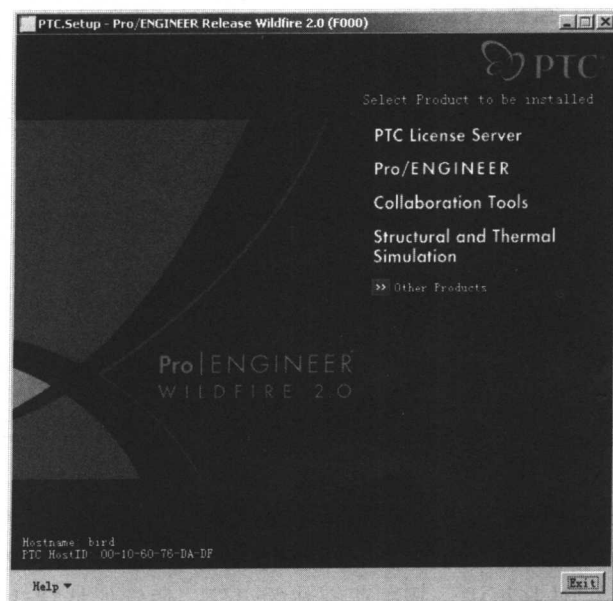
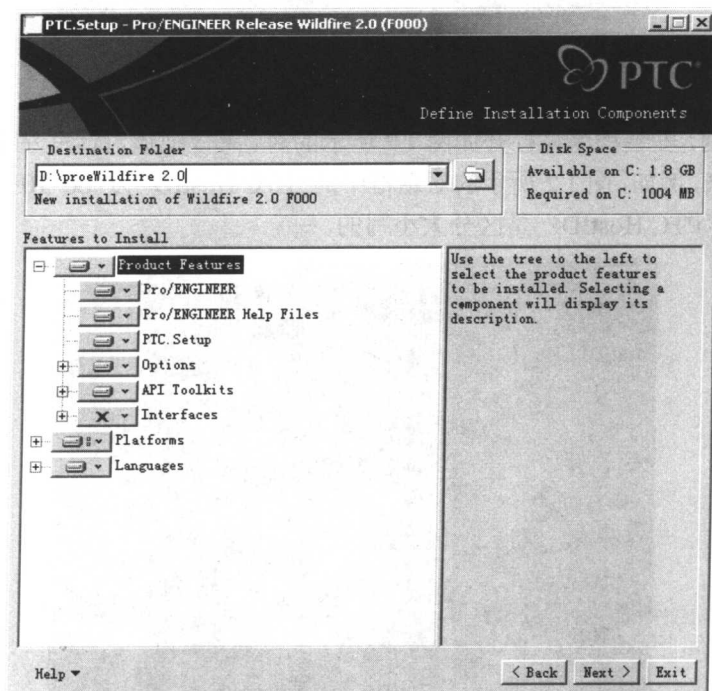

图 1.2 记录“PTC HostID”
图 1.4 设置安装选项
(2) 稍等片刻，安装程序将打开如图 1.2 所示的对话框。把该对话框左下角显示的“PTC HostID”记录下来，例如，图 1.2 所示的对话框中的“PTC HostID”为“00-10-60-76-DA-DF”。需要注意的是，“PTC HostID”是区分大小写的。
(4) 运行“CRACK”目录下的“keygen.bat”程序，将生成一个“license.dat”文件。
(5) 在如图 1.2 所示的对话框中单击“Pro/ENGINEER”区域，打开如图 1.4 所示的对话框。
(6) 在如图 1.4 所示的对话框中选择安装目录和需要安装的组件。在“Destination Folder” (目标文件夹)编辑框中设置软件的安装目录，例如“D:\proeWildfire 2.0”；在“Features to Install” (选择安装组件)选择框中选择需要安装的组件，通常保持默认设置即可。选择完毕后单击“Next”按钮，进入到下一步安装界面。
(13) 安装完成后, 系统将自动回到如图 1.2 所示的界面中, 单击“Exit”(退出)按钮, 即可完成 Pro/ENGINEER Wildfire 2.0 的安装工作。